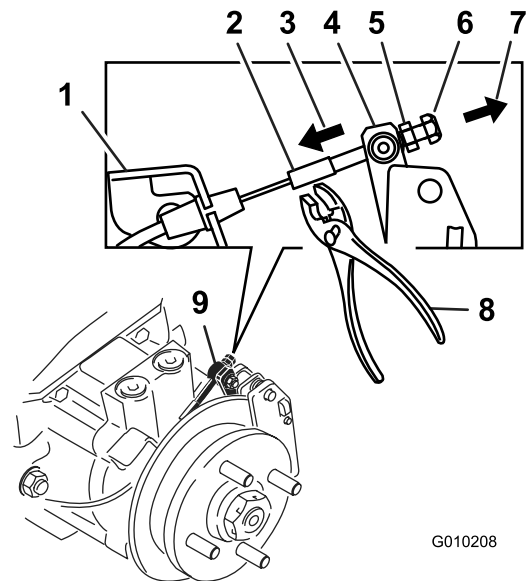

Figure 74
9. En vous servant uniquement de vos doigts et de vos mains, poussez le bras du levier d'étrier pour engager les plaquettes de frein sur le disque jusqu'à l'arrêt du levier (Figure 74).
10. Maintenez le levier en position d'arrêt d'une main et, à l'aide de l'autre main, tendez l'extrémité du câble fileté à travers le pivot. Vissez l'écrou standard contre le pivot (Figure 74).